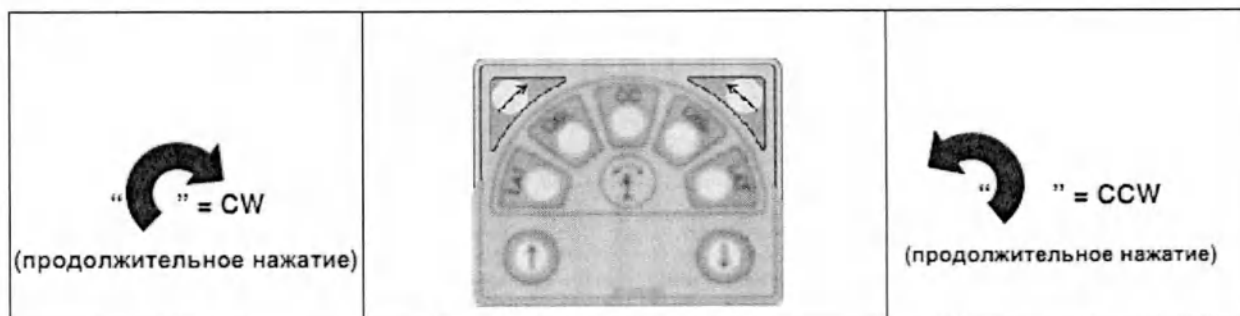

Рисунок 3.1.14 - Точная настройка угла кнопки 3
3.1.1.13.2 Точная настройка угла кнопки 3 (рисунок 3.1.14)